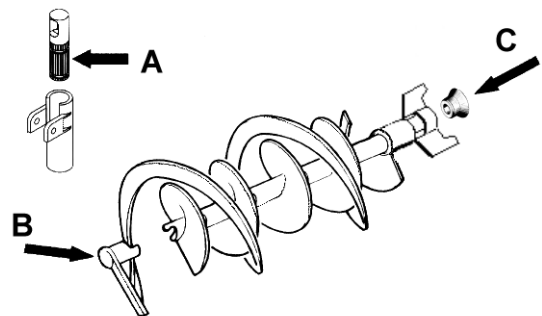

figura 11
- 2 - Lubricar el pistón grifo, el rascador interior (en los puntos A, B y C indicados) (ver figura 11) utilizando solamente la grasa suministrada por el fabricante u otro grasa para uso alimenticio.